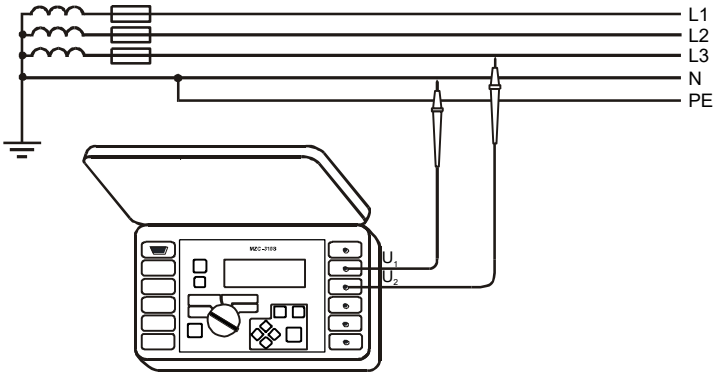

Abb. 9. Wechselspannungsmessung
- Messleitungen zu den Anschlüssen: **4** U₁ und **5** U₂ (Abb.9) anschließen